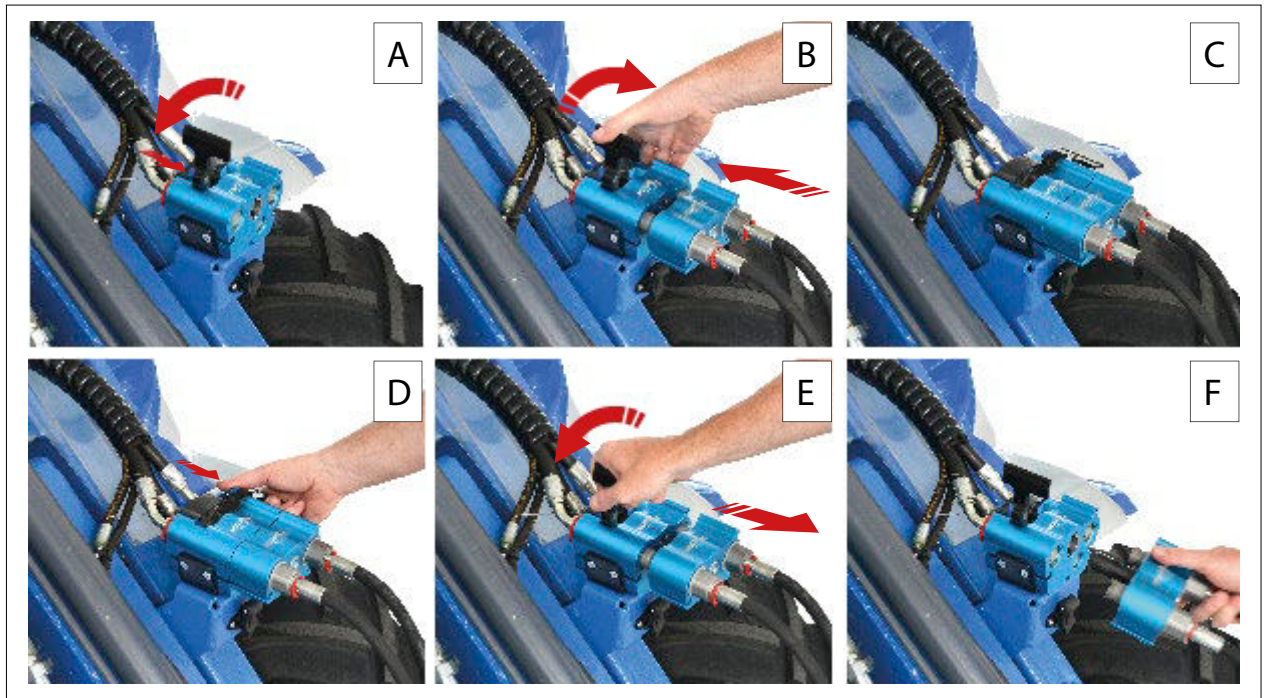

FIG. 23
- 2) Tryk på låseknappen (FIG. 22 - Ref. 2) på låsegrebet og løft låsehåndtaget (FIG. 22 - Ref. 3) til den ulåste position FIG. 23 - Ref. A).
- 4) Træk låsegrebet (FIG. 23 - Ref. B) nedad, og træk adaptorpladen ind i stikket (FIG. 23 - Ref. C).
- 1) Tryk på låseknappen (FIG. 22 - Ref. 2) Tryk på låsegrebet og løft låsegrebet til den ulåste position (FIG. 23 - Ref. D og E).
- 2) Afbryd redskabets hydrauliske slanger fra maskinen (FIG. 23 - Ref. F).